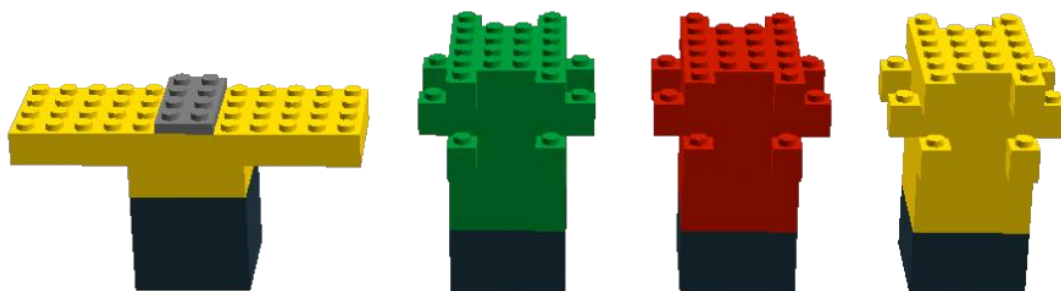

Рис. 3. Солнечная батарея и деревья
- 1.3 В Зоне склада располагаются 2 солнечные панели и 4 дерева. Существуют три вида деревьев: зеленый, красный и желтый. (Рис. 3)